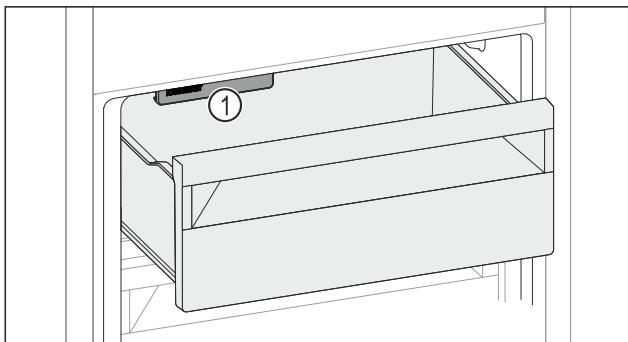

Fig. 126
► Слідкувати за функцією IceMaker Fig. 126 (1).